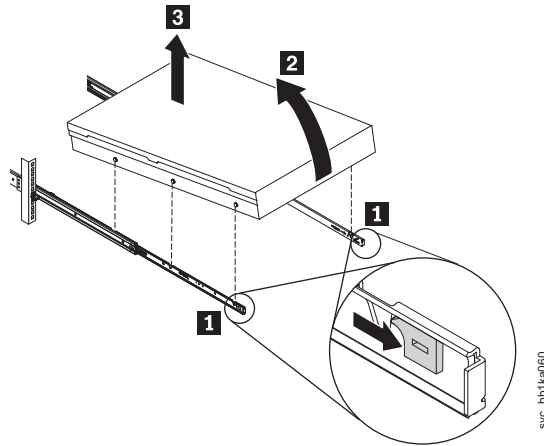

図 33. ラックからの 2145-CG8 または 2145-CF8 の取り外し
4. レールの側面にある 2 つの白色のキャッチ (56 ページの図 33 の **1**) を前方に引き、ノードの前面をほんの少し持ち上げます。